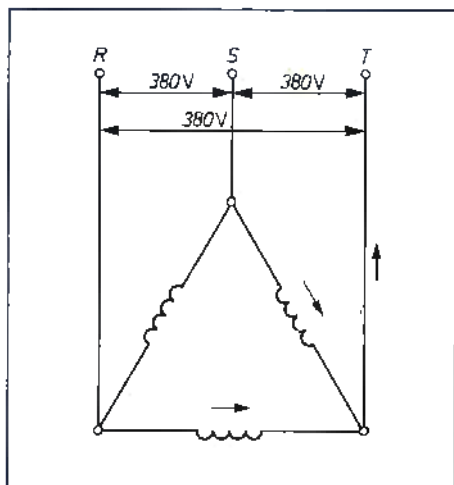

Bild81/1 Dreieckschaltung von Wicklungen
- Für welche Nennspannung müssen drei Wicklungen (z.B. eines Drehstrommotors) ausgelegt sein, wenn sie in Dreieckschaltung an ein Drehstromnetz angeschlossen werden sollen (Bild 81/1)?
- Tragen Sie in Bild 81/1 mit einer anderen Farbe die Bezeichnungen U, V, W; X, Y, Z ein!